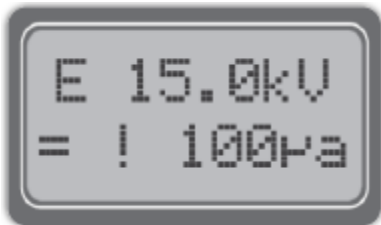

Abb. 1
- Wenn der von der Elektrode fließende Gleichstrom gleich oder größer als der vom Benutzer in der Option DC-Empfindlichkeit eingestellte Wert ist. (Abb. 1)